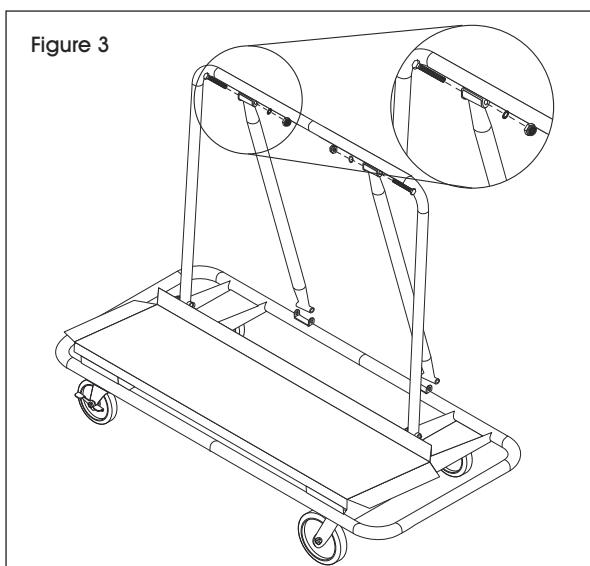

Figure 3
3. Fixez les supports aux soutiens gauche et droit en alignant la partie supérieure des supports à l'intérieur des ferrures des soutiens à l'aide de boulons longs, de petites rondelles et d'écrous de blocage. (Voir Figure 3)